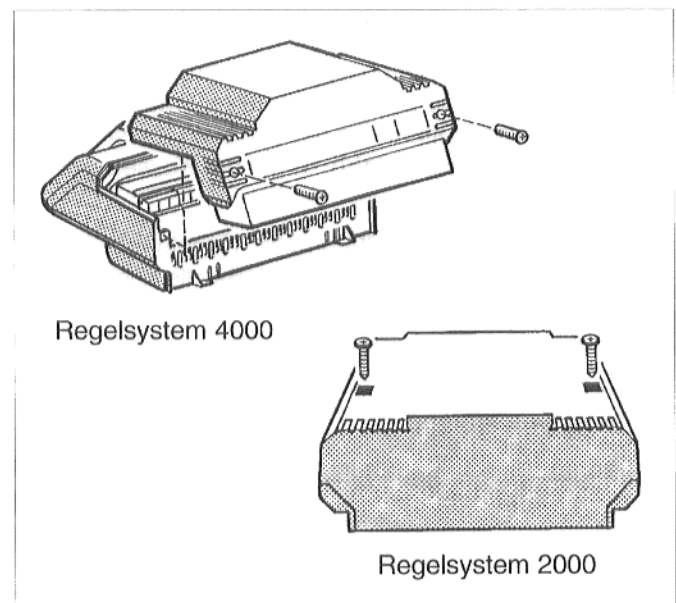

Abb. 6: Regelgerät öffnen
- Die beiden Schrauben der Klemmenabdeckhaube des Regelgeräts herausdrehen. Klemmenabdeckhaube abnehmen (Abb. 6).